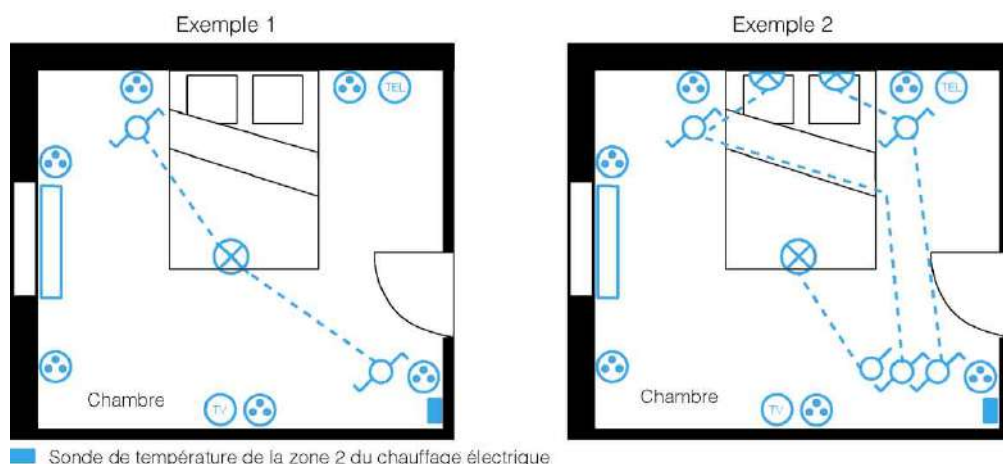

Figure 43 : Exemples d'équipement d'une chambre
**Exemple 1** (figure 43) : répartition de
**Exemple 2** (figure 43) : dans ce deuxième